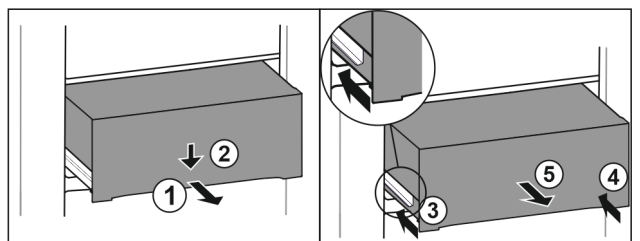

Fig. 87
- ▶ Extraiga el cajón hasta la mitad. Fig. 87 (1)
- ▶ Presionar hacia abajo el cajón de la parte delantera. Fig. 87 (2)
- ▶ Introducir el carril izquierdo unos 2 cm. Fig. 87 (3)
- ▶ Introducir el carril derecho unos 2 cm. Fig. 87 (4)
- ▶ Extraiga el cajón hacia delante. Fig. 87 (5)